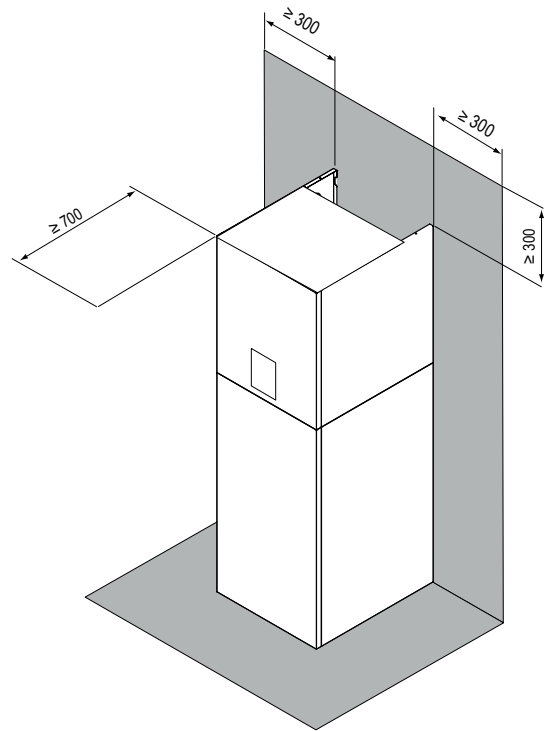

fig. 6 - minimale gebruiksruimte voor de binnenunit
- De ruimte rond het toestel is voldoende voor onderhoud, zie fig. 6.